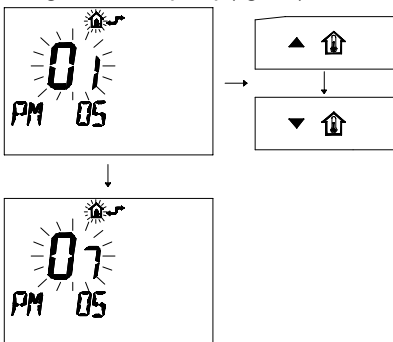

fig. 8.7
- 6 Modificare il **SET** programmato agendo sui pulsanti  o  fino a visualizzare un **set di 07** (fig. 8.7) che setta la caldaia per funzionare con gas **Propano (G31)**, aspettare che il numero programmato cominci a lampeggiare.